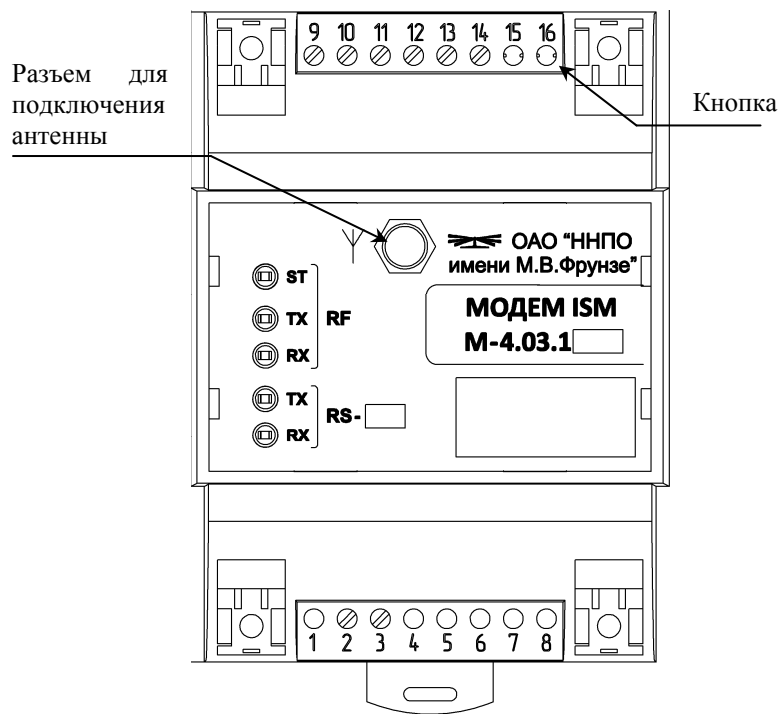

Рисунок 1
- при установке модема, подразумевающего использование внешней антенны, подключите антенну из комплекта поставки к разъему, расположенному на лицевой панели модема (рисунок 1);